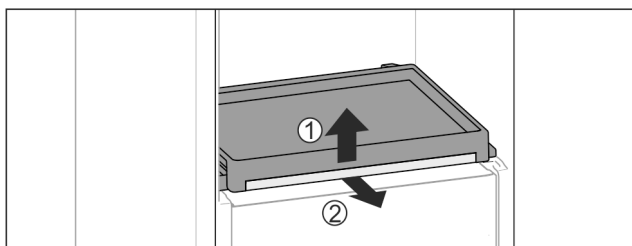

Fig. 77
- ▶ Vyjměte vysouvací přihrádku se skleněnou deskou: Skleněnou desku vpředu lehce nadzvedněte Fig. 77 (1) a vytáhněte dopředu Fig. 77 (2).